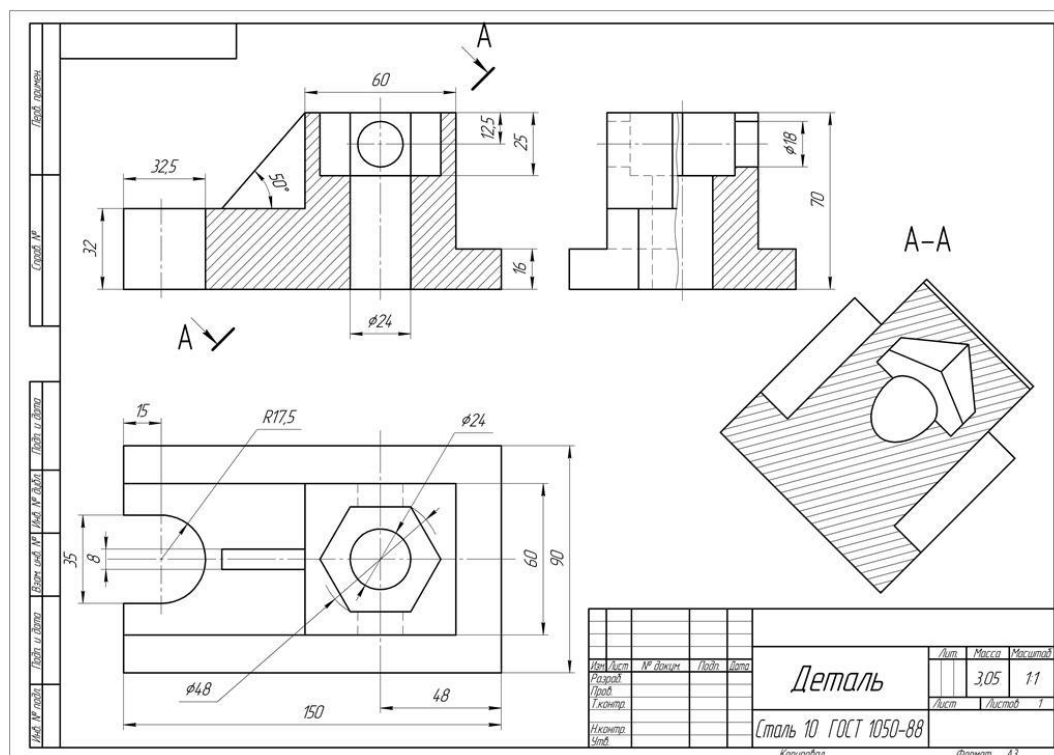

Рисунок 38 – Пример оформления работы
7. Нанести выносные, размерные линии и размерные числа в соответствии с ГОСТ 2.307–68, , рис.38.